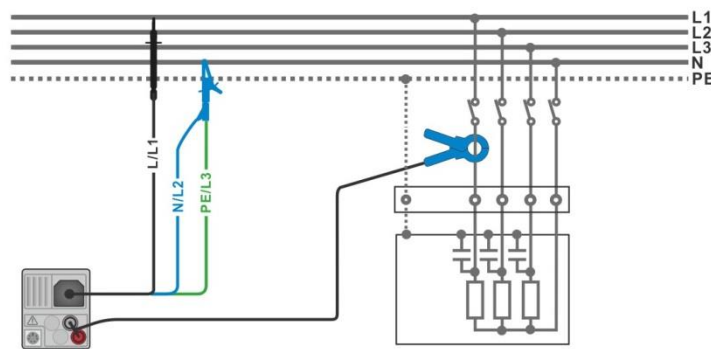

Abbildung 7.62: Oberwellenmessung
- Schließen Sie die Spannungsmessleitungen und die Stromzange am Prüfling an (siehe **Abbildung 7.62**).